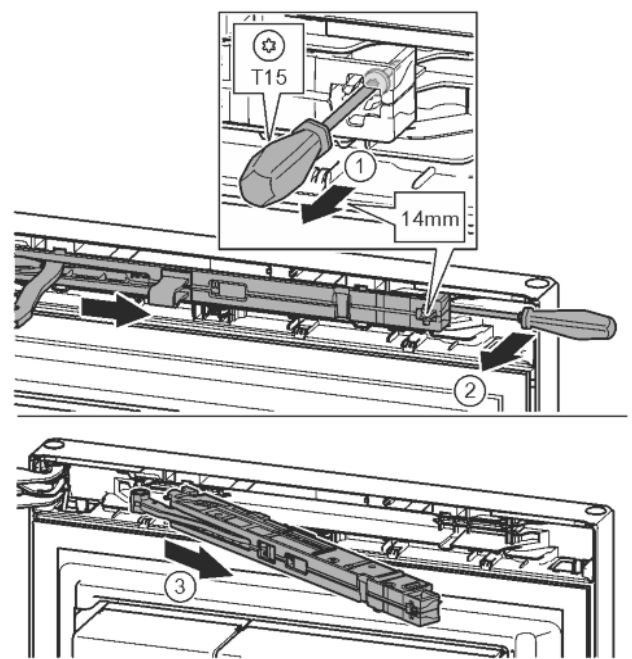

Fig. 10
- ▶ За допомогою викрутки T15 ослабте гвинт на демпферному вузлі приблизно на 14 мм. Fig. 10 (1)
- ▶ Переміщаючи викрутку з боку ручки за демпферний вузол, поверніть уперед. Fig. 10 (2)
- ▶ Витягніть демпферний вузол. Fig. 10 (3)